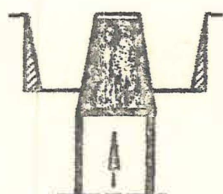

Fig. 2
- El buril tiene la forma trapezoidal y se utiliza en esta forma, directamente si se trata de cortar la fundición, el latón o el bronce. (Fig. 2).